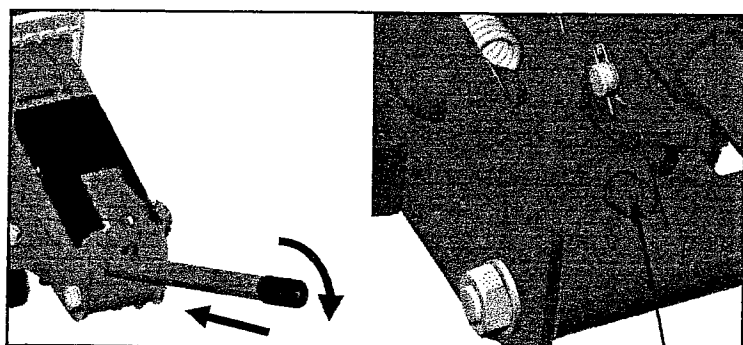

Figure 1
- A l'aide du levier de manœuvre, fermez la vis de descente dans le sens des aiguilles d'une montre (figure 1).